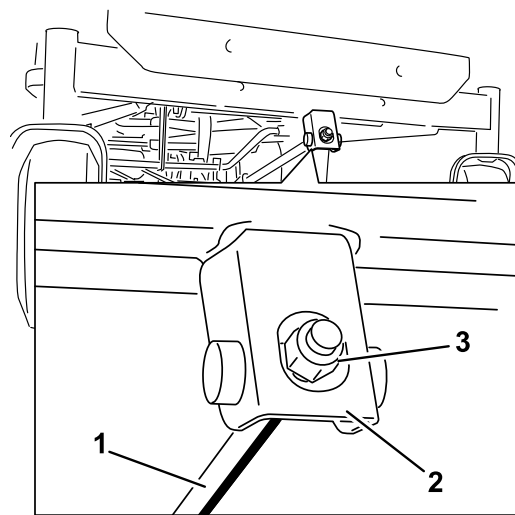

**Figura 56**
4. Gire cuidadosamente las cuchillas colocándolas en el sentido de avance de la máquina (Figura 56).
5. Mida entre la punta de la cuchilla delantera y la superficie plana y entre la punta de la cuchilla trasera y la superficie plana (Figura 56). Si la punta de la cuchilla delantera no está entre 1,6-7,9 mm (1/16-5/16 pulgada) más baja que la punta de la cuchilla trasera, ajuste la contratuerca delantera.
8. Compruebe la inclinación longitudinal de nuevo después del ajuste. Siga ajustando la tuerca hasta que la punta de la cuchilla más avanzada esté entre 1,6–7,9 mm (1/16-5/16 pulgada) más baja que la punta de la cuchilla más atrasada (Figura 56).